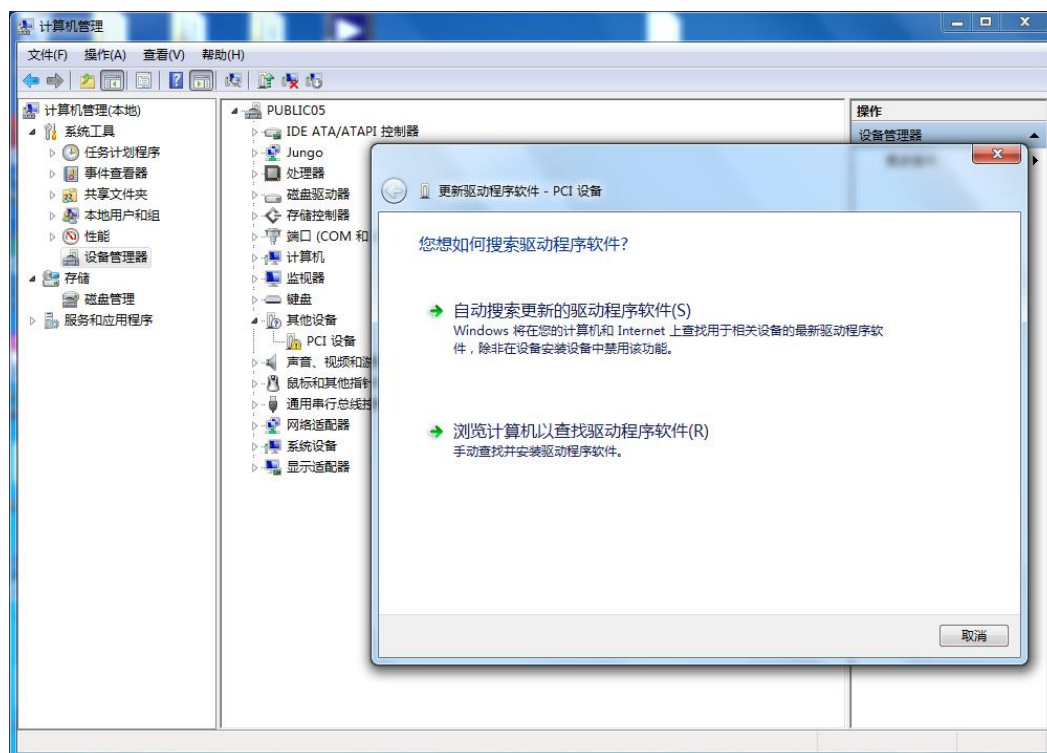
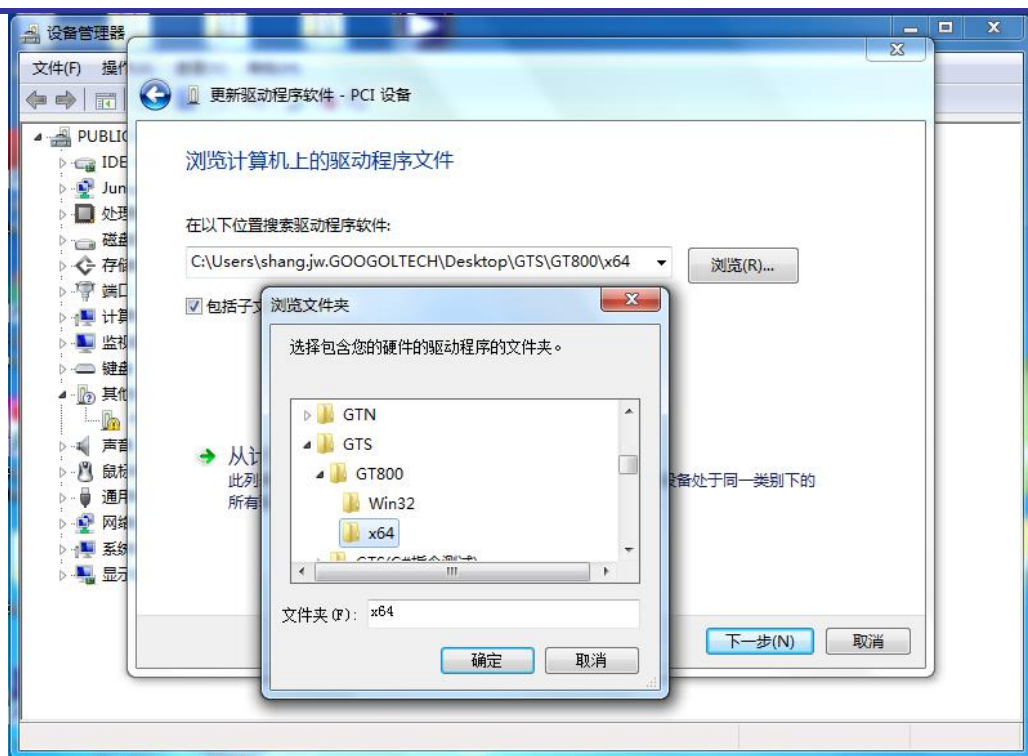
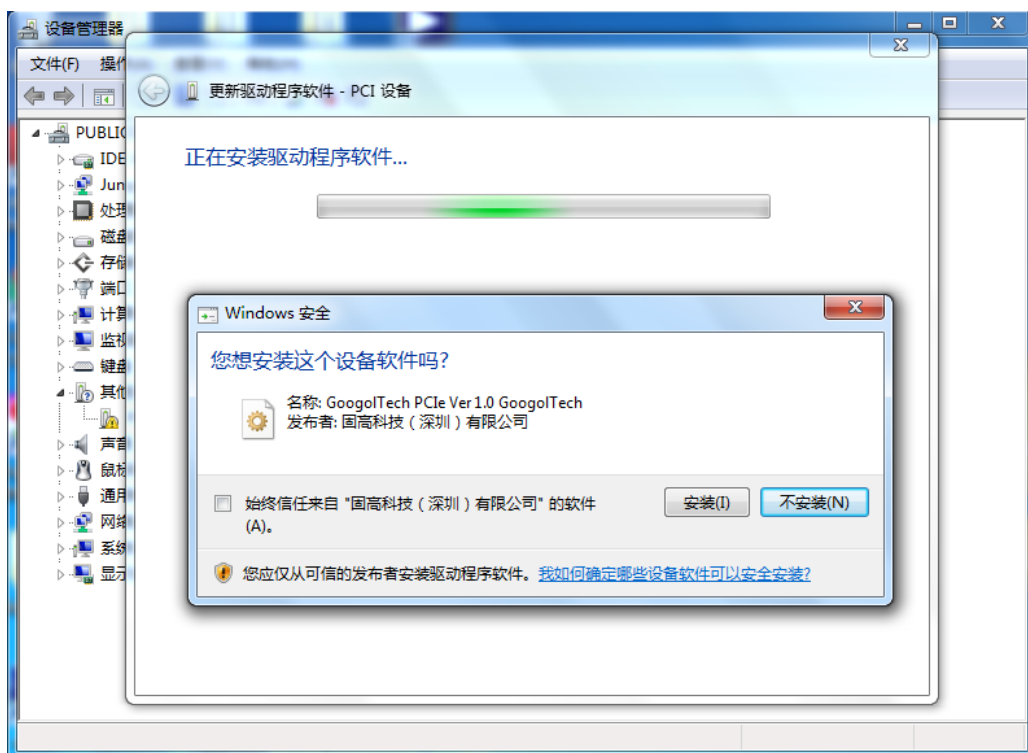
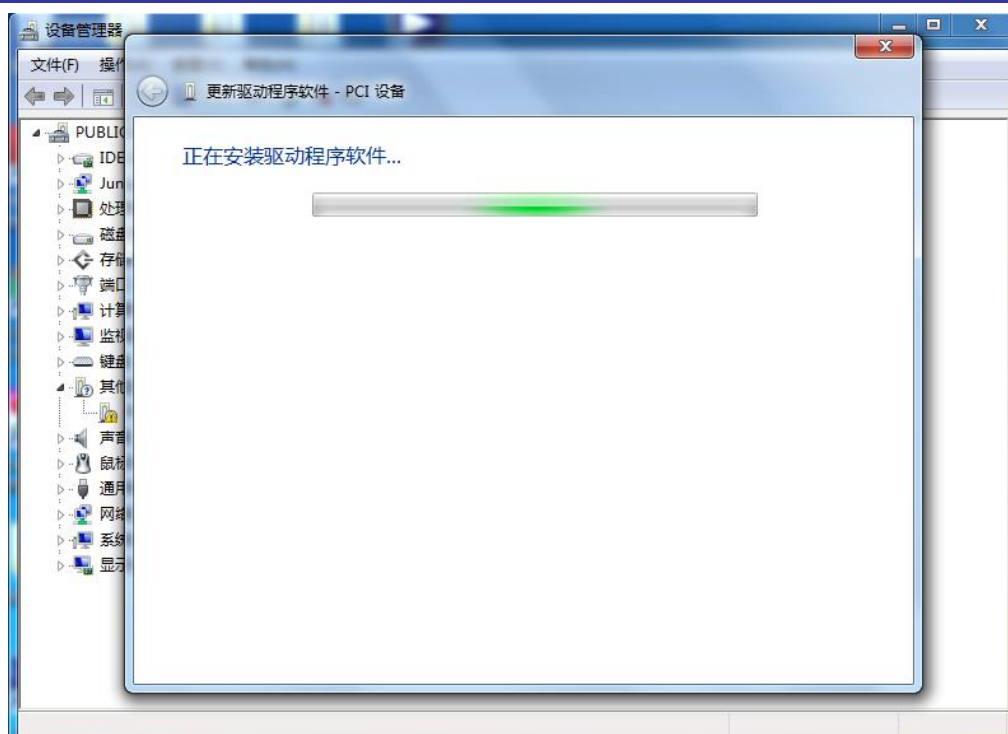

图 2-12 运动控制卡驱动程序安装界面 2
图 2-13 运动控制卡驱动程序安装界面 3
图 2-14 运动控制卡驱动程序安装界面 4
图 2-15 运动控制卡驱动程序安装界面 5
- (2) 将驱动程序下载后解压，示例中将驱动程序解压到桌面...\GTS\...中。
- (3) 右击【PCI 设备】，点击【更新驱动程序软件】，显示界面如图 2-12 所示。
- (4) 在图 2-12 所示的界面中，点击【浏览计算机以查找驱动程序软件】，在弹出的界面中点击【浏览】，找到驱动程序所在的位置（本电脑为 64 位操作系统，故安装 64 位驱动程序，若用户电脑为 32 为操作系统，则安装相应的 32 位驱动程序），选中后点击【确定】，如图 2-13 所示。
- (5) 在找到驱动程序所在位置之后，在图 2-13 所示的界面中点击【下一步】，弹出如图 2-14 所示的提示界面，勾选“始终信任来自‘固高科技（深圳）有限公司’的软件（A）”后，点击【安装】按钮，驱动安装过程中如图 2-15 所示。
端子板的 CN16 接用户提供的外部电源, 板上标有“+24V”的端子接外部电源+24V, 标有 OGND 的接外部电源地, 标有“FG”的接大地, SGND 用于特殊情况下的信号地连接。CN10 端子上标注的 OVCC 在端子板内部直接与+24V 相连, 接线图 2-14。
根据实际控制需求将端子板及驱动器连接好，整体如图 2-15。具体连接方式请参考“第 3 章 硬件连接”。